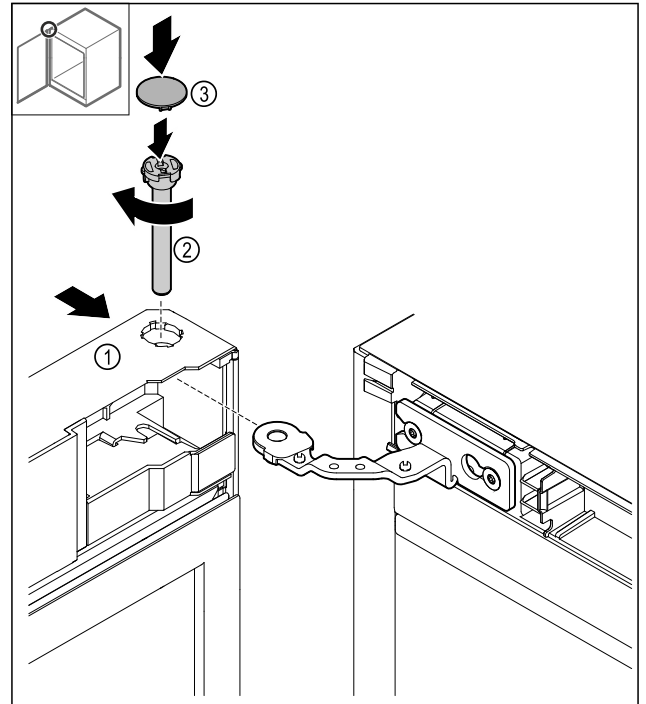

Fig. 38
- Tür Fig. 38 (1) oben auf das Scharnier schieben.
- Bolzen Fig. 38 (2) einstecken und im Uhrzeigersinn festdrehen.
- Abdeckung Fig. 38 (4) aufsetzen.